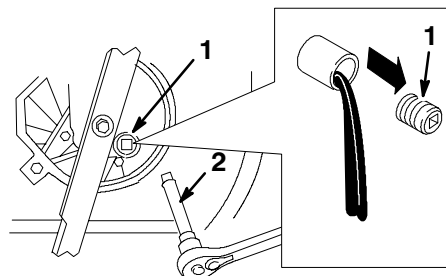

Bild 25
5. Entfernen Sie die Verschlusschraube und stellen den Rasenmäher wieder in seine Betriebsstellung. Lassen Sie dann das Öl in das Gefäß ablaufen (Bild 25).